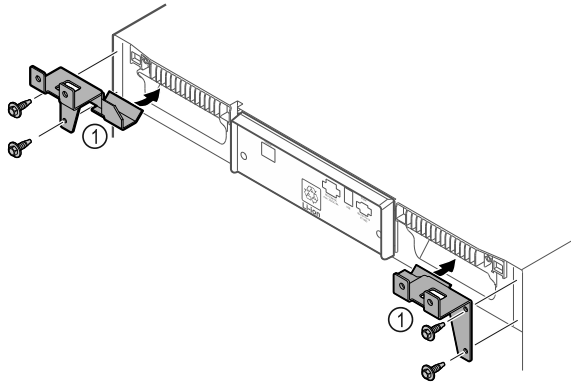

Fig. 11
- ▶ Halteteile Fig. 11 (1) mit selbstschneidenden Schrauben am Gerät montieren.